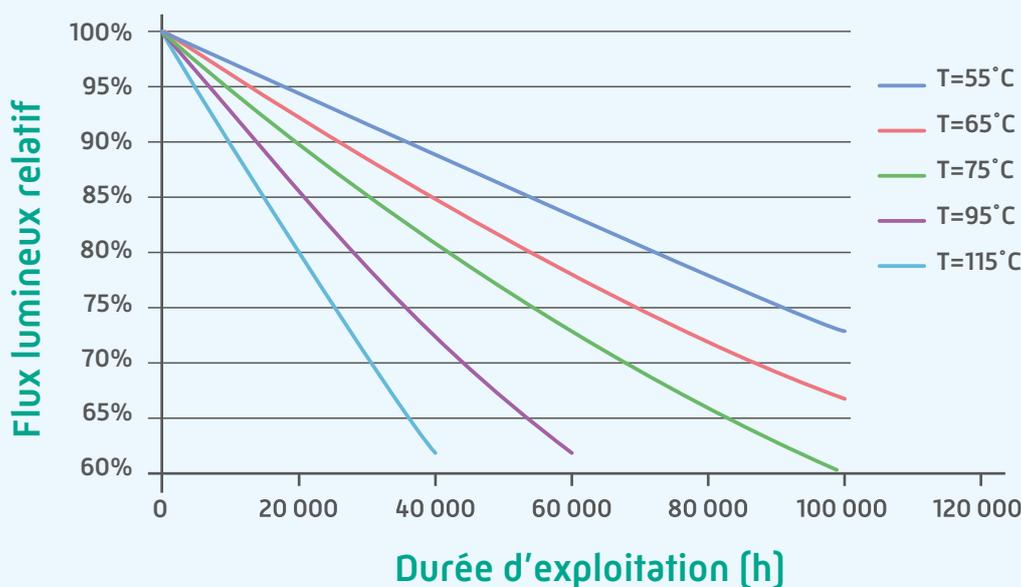

FIGURE 1
- la conception des luminaires ne permet pas toujours d'évacuer l'important dégagement thermique à l'arrière des tubes LED. Cela peut raccourcir leur durée de vie attendue et entraîner une chute de flux lumineux (cf. figure 1) ;